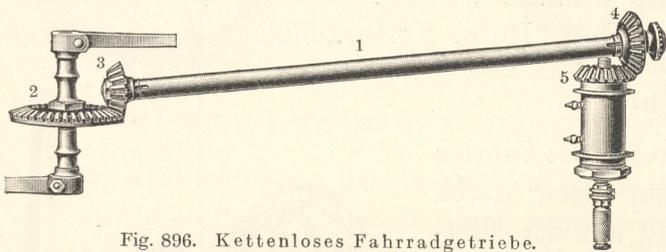

Fig. 896. Kettenloses Fahrradgetriebe.
**Kettenloses Rad.** Bei diesem ist der Kettenantrieb ersetzt durch ein System von Kegelhahnradern und Wellen, die eingebaut und dadurch vor Schmutz geschützt sind (s. Fig. 890). Trotz ihres etwas größeren Gewichtes und etwas starrerem Trittes haben die kettenlosen Räder einige Vorzüge, hauptsächlich die Unempfindlichkeit des stets geschützt in Fett laufenden Getriebes gegenüber Schmutz, Regen und Staub; ferner dessen äußerst geringe Abnutzung bei schärfster Beanspruchung, da die Zähne außen glashart, innen aber (gegen Bruch) weich sind. Das Getriebe besteht aus je zwei im Eingriff stehenden konischen Zahnradern (Fig. 896) am Trekkurbellager (2 und 3) und an der Hinterradnabe (4 und 5), die durch eine in Kugellagern laufende Welle 1 miteinander verbunden sind. Das auf der Kurbelachse sitzende Hauptantriebsrad 2 ist entweder auf der Achsenmitte (wie in Fig. 896) oder rechtsseitig befestigt; im ersteren Falle erteilt es dem im Eingriff stehenden zweiten Rade 3 und dadurch der Welle 1 eine rechtsseitige, im anderen Falle eine linksseitige Drehung, und je nachdem ist von den hinteren beiden Zahnradern das auf der